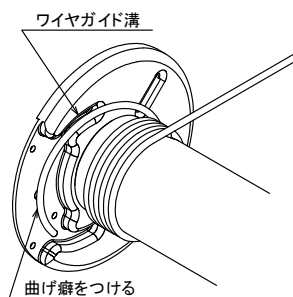

図6
- 図6のようにワイヤロープの末端部6～7cm位をペンチ等を使って、ワイヤロックプレートの溝に合うように曲げ癖をつけます。